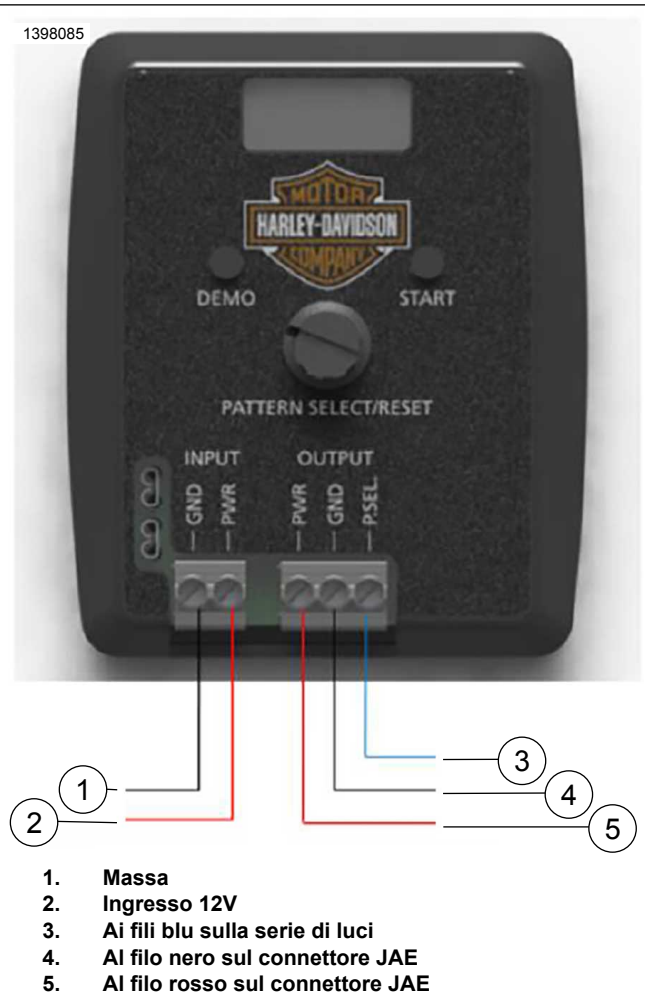

Figura 10. Impostazione della programmazione della sequenza
1. Vedere la figura 10. Collegare la fonte di alimentazione a 12 V a PSCP.
2. Vedere la figura 10. Collegare la luce ai terminali di USCITA del PSCP (è necessario il filo fornito dal rivenditore).